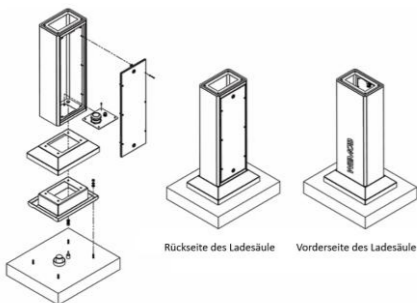

Abbildung 4.9: Explosionszeichnung der Baugruppe
Die Befestigung des Ladesäules am Sockel des Produkts ist in Abbildung 4.9 dargestellt; hierfür werden vier (04) mitgelieferte M10-Sechskantschrauben verwendet. Das empfohlene Anzugsmoment beträgt 35 Nm.